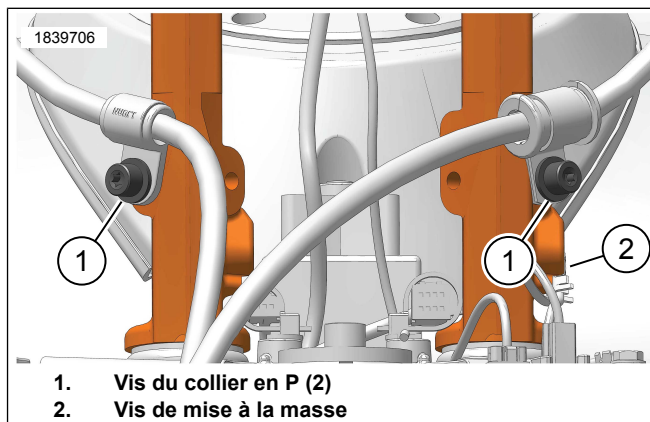

Figure 2. Vis du collier en P et vis de mise à la masse
2. Voir la Figure 2. Retirer et conserver les vis.
- a. Vis du collier en P (1).
- b. Vis de mise à la masse (2).